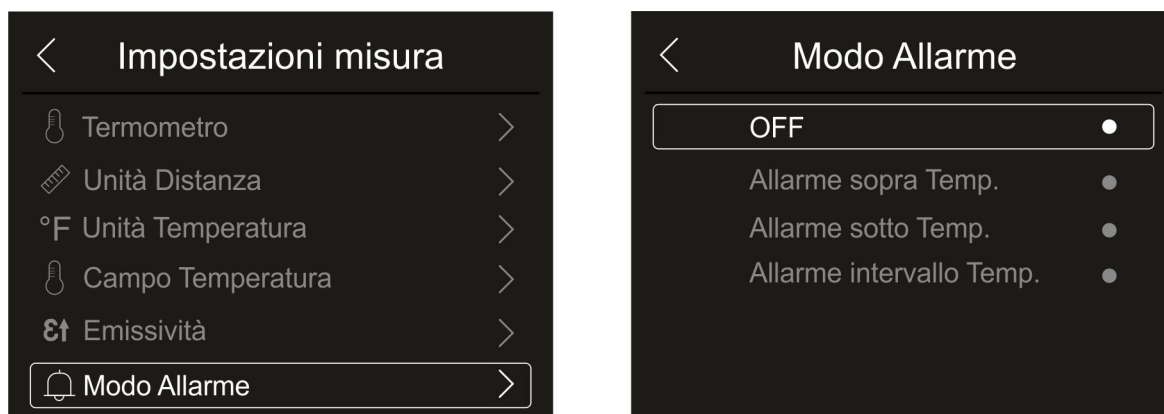

Fig. 28: Menu attivazione soglie di allarme sulla misura
1. Toccare la voce “Modo Allarme” per eseguire l’attivazione delle soglie di allarme acustico sulla misura di temperatura associate agli oggetti inseriti sull’immagine (cursore, punti, linee e aree) associate alla funzione “Allarme” presente nel menu principale (vedere §). La Fig. 28 – parte destra è mostrata: